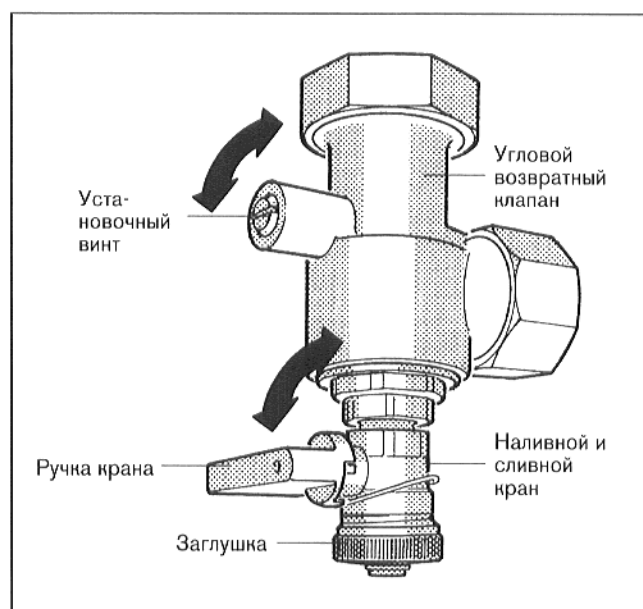

Рис. 13
- Установить шлиц установочного винта углового возвратного клапана в вертикальную позицию (постоянно открыто) (рис. 13).
- Отвинтить заглушку наливного крана и привинтить наливной шланг (рис. 13).
- Установить ручку крана в вертикальное положение (открыть) (рис. 13).
- Примерно $\frac{1}{2}$ минуты медленно заполнять установку у наливного крана (рис. 13).
- Установить шлиц установочного винта углового возвратного клапана в горизонтальное положение (рабочее состояние) (рис. 13).
- Продолжать наполнять установку у наливного крана (рис. 13).